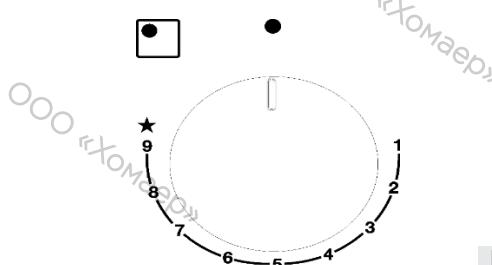

Рис. 1
Нажмите ручку, соответствующую выбранной конфорке, и поворачивайте против часовой стрелки до тех пор, пока она не достигнет положения полного включения  (положение 9, рис. 1). Затем нажмите ручку; с каждым нажатием кранника пламя будет уменьшаться, пока не достигнет положения 1, т.е. минимальной подачи газа.
Ручки конфорок, оснащенных устройством контроля пламени, необходимо поворачивать против часовой стрелки до тех пор, пока они не достигнут положения полного включения (положение 9, рис. 1). Затем нажмите нужную ручку и повторите указанные ранее действия.
- когда вода в посуде закипит, установите ручку в положение пониженной мощности (положение 1, рис. 1);
Конфорки, оснащенные устройством контроля пламени, можно зажигать только тогда, когда соответствующая ручка установлена в положение включения на полную мощность (положение 9, рис. 1).